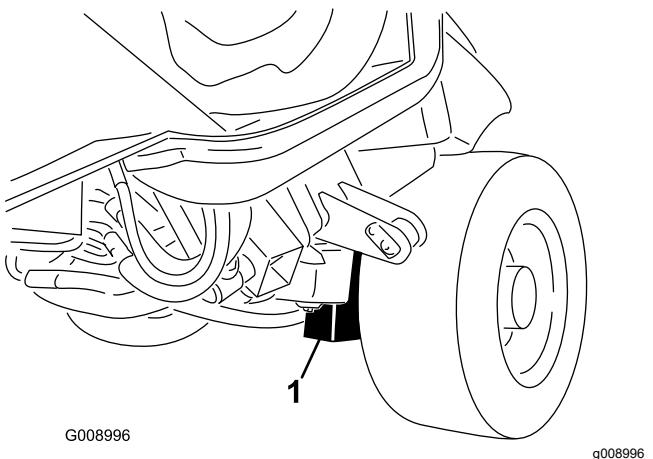

Figure 75
**Avant de la machine** – sur le cadre, à l'intérieur de chaque roue motrice (Figure 75).